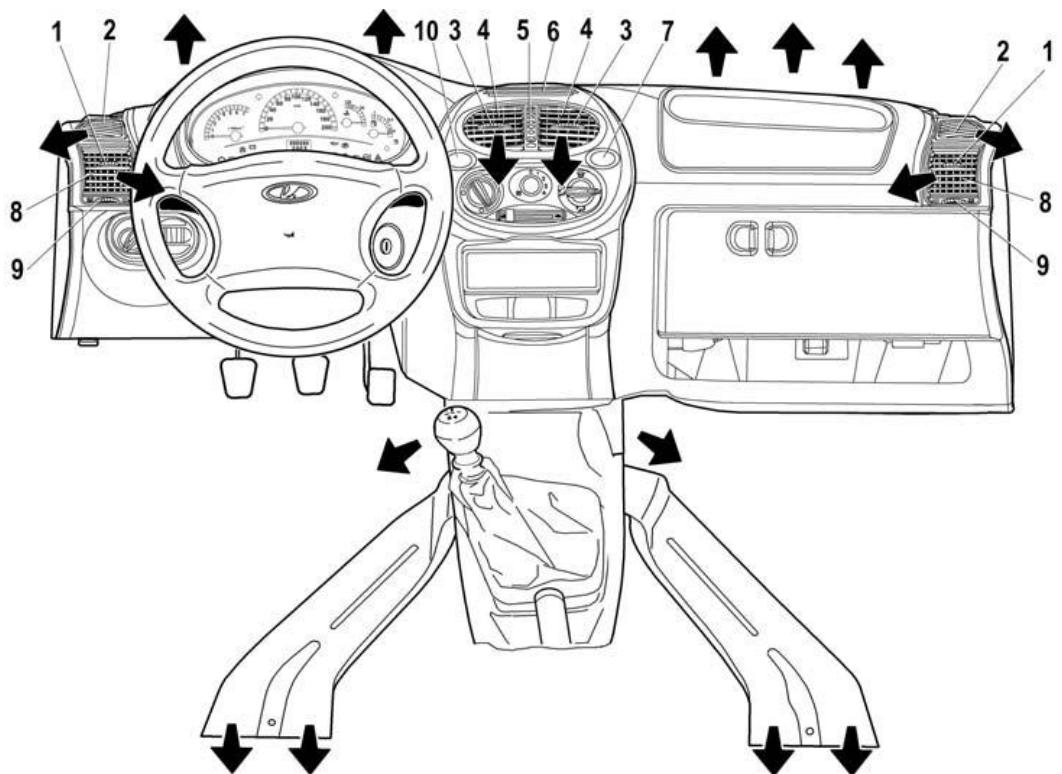

Рис. 40. Органы управления вентиляцией
**Рычагами 9 и 5** (рис. 40) привода заслонок регулируется интенсивность подачи воздуха через боковые 8 и центральные 4 сопла путем изменения положения заслонок вплоть до полного их закрытия. А **рычагами 1 и 3** направляющих лопаток боковых и центральных сопел меняется направление воздушного потока.
– **сопла 4 и 8** (см. рис. 40) открыть, повернув соответственно рычаг 5 на центральном сопле вниз, а рычаг 9 вправо на левом боковом сопле и влево на правом боковом сопле;
4. Нажмите на клавишу выключателя кондиционера 10 (см. рис. 40).
**В положении  рукоятки 4 хотя бы одно из сопел 4 и 8 (см. рис. 40) должно быть открытым, иначе теплообменник охлаждения воздуха (испаритель) может обледенеть и перекрыть подачу воздуха в салон.**
2. Включите кондиционер, нажав на клавишу выключателя кондиционера 10 (см. рис. 40).